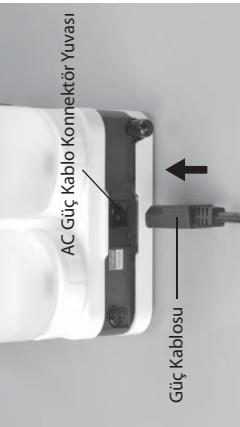

Fig.10
- Kullanım öncesinden ucu kontrol edin. (Çapaklı, Zarar görmüş, Eğilmiş veya Paslanmış) Kablo konnektör yuvasına takınız. (Fig. 10)